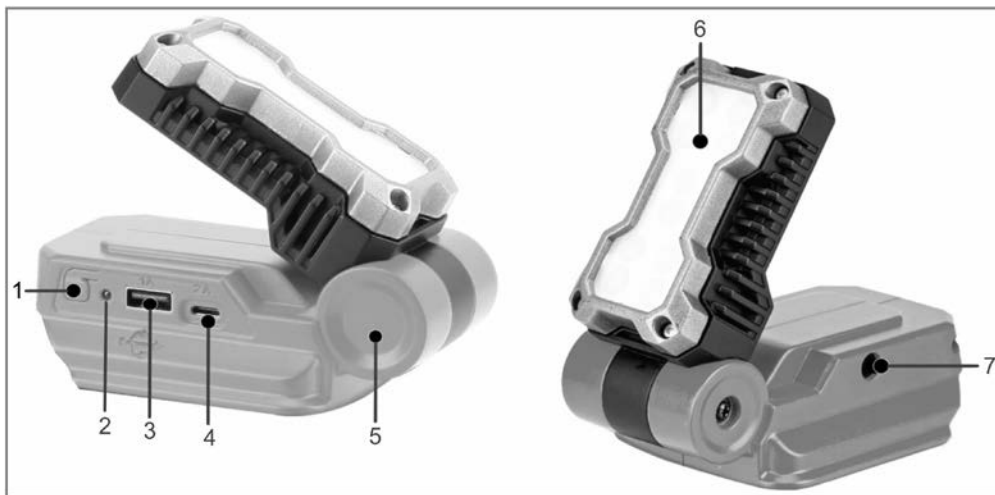

Рисунок 1
- натисніть кнопку перемикання режимів (1, рисунок 1) один раз (дивіться рисунок 4). Почне світитися зелений світлодіодний індикатор (2, рисунок 1), який сигналізує, що електроніка адаптера і роз'єми USB-A 2.0 та USB Type-C активовані;
- під'єднайте відповідний шнур (відповідні шнури) для заряджання електронних пристроїв до роз'ємів USB-A 2.0 (3, рисунок 1) та (або) USB Type-C (4, рисунок 1), як це показано на рисунку 5;
- для увімкнення LED-ліхтаря (6, рисунок 1) натисніть кнопку перемикання режимів ще раз. При цьому світлодіодний індикатор продовжуватиме світитися зеленим кольором, сигналізуючи про активність USB-роз'ємів;
- для вимкнення адаптера натисніть кнопку перемикання режимів (1, рисунок 1) втретє. Адаптер вимкнеться, а світлодіодний індикатор згасне;
- якщо необхідно зарядити під'єднану до адаптера акумуляторну батарею (продається окремо!), вставте штекер зарядного пристрою (продається окремо!) в гніздо відповідного роз'єму (7, рисунок 1), як це показано на рисунку 7. Час зарядження буде залежати від зарядного струму, вказаного на блоці живлення зарядного пристрою, та ємності встановленої акумуляторної батареї. При цьому для скорочення часу зарядження LED-ліхтар повинен бути вимкнений, а зарядження електронних пристроїв через USB-роз'єми (3 та 4, рисунок 1) не повинно виконуватися.